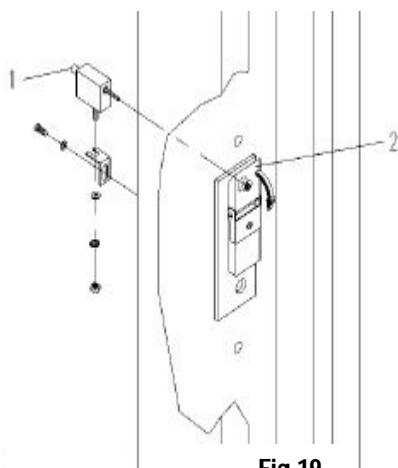
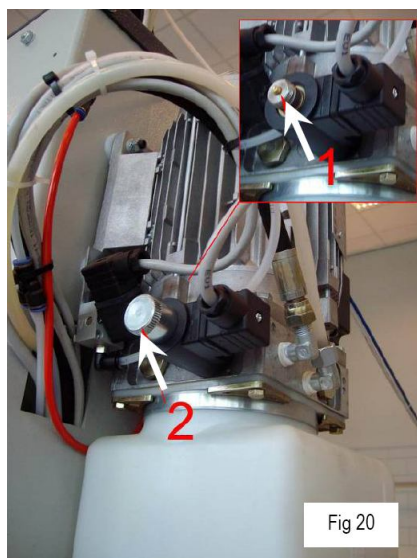

Fig.19
Fig 20
1) verwijder de deksels en bedien de elektromagneten handmatig (1 Fig. 19) en de mechanische vergrendeling in beide kolommen (2 Fig.19)
2) Verwijder nu de afdekmoer van de EV1 hydraulisch ventiel (2 Fig. 20) draai voorzichtig de gekartelde schroef op het
ventiel open (1 Fig. 20) om de hefbrug te laten dalen. Let op met de hand!
Schroef de afdekmoer (1 Fig. 20) terug op het ventiel. Schroef de afdekkap (1 Fig. 19) weer vast.